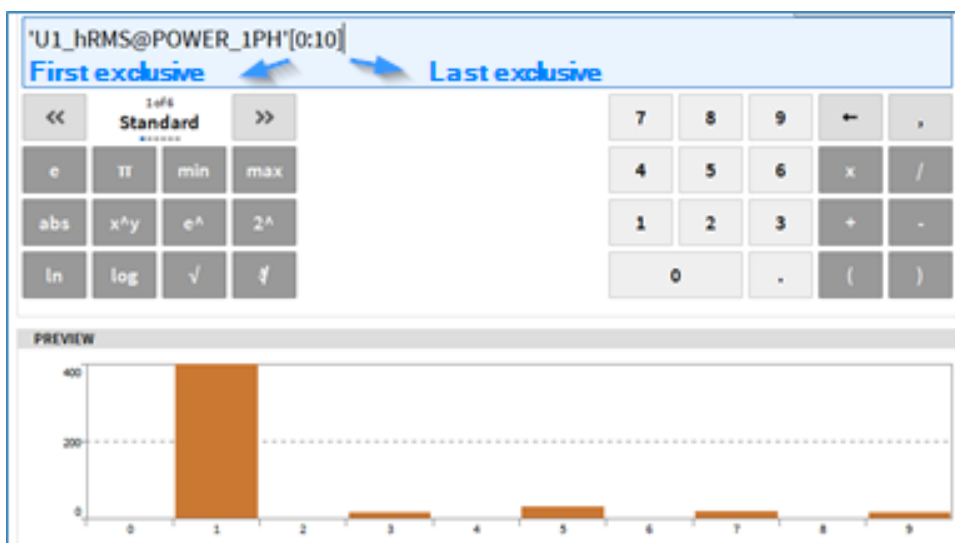

Abb. 7.78: Extraktion mehrerer benachbarter Elemente
- Beim Extrahieren mehrerer benachbarter Elemente der erste angegebene Index immer inklusiv und der letzte immer exklusiv ist (siehe Abb. 7.78)
- Extraktion mehrerer benachbarter Elemente (siehe Abb. 7.78). Die Ausgabe ist ein Array-Kanal mit der Anzahl der extrahierten Elemente als neue Dimension.